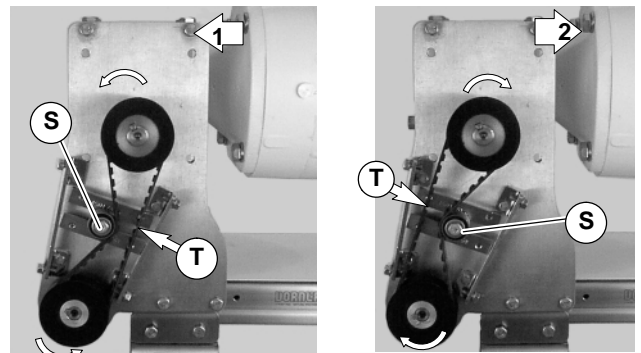

Abbildung 23
3. Je nach Laufrichtung des Fördergurtes (1 oder 2 der Abbildung 23) Lage der Zahnriemen-Spannvorrichtung (S) wie gezeigt positionieren. Zahnriemen spannen, bis eine Durchbiegung von 3 mm bei einer Kraft von 0,5 kg am mittleren Punkt des Zahnriemens erreicht ist (T). Die Spannschraube mit 12 Nm festziehen.